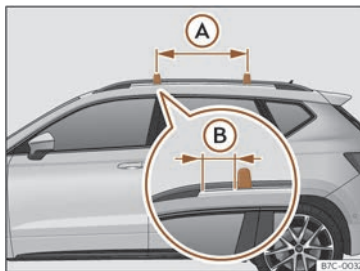

**Fig. 119** Points de fixation des barres longitudinales pour la galerie porte-bagages du toit.
Les barres transversales se montent sur les barres latérales du toit. La distance entre les barres transversales >>> **fig. 119** (A) devra être comprise entre 70 et 90 cm et la distance entre les barres transversales et les supports des barres latérales du toit (B) devra être égale à 15 cm.